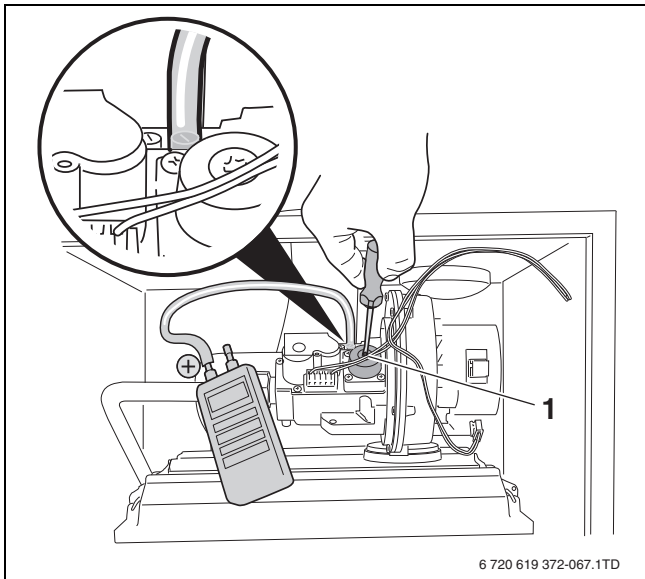

Bild 73 Gas/Luft-Verhältnis einstellen
- ▶ Bei Abweichung des Gas/Luft-Verhältnis an der Einstellschraube (→ Bild 73, [1]) nachregulieren. Die Einstellschraube befindet sich hinter der Abdeckschraube.